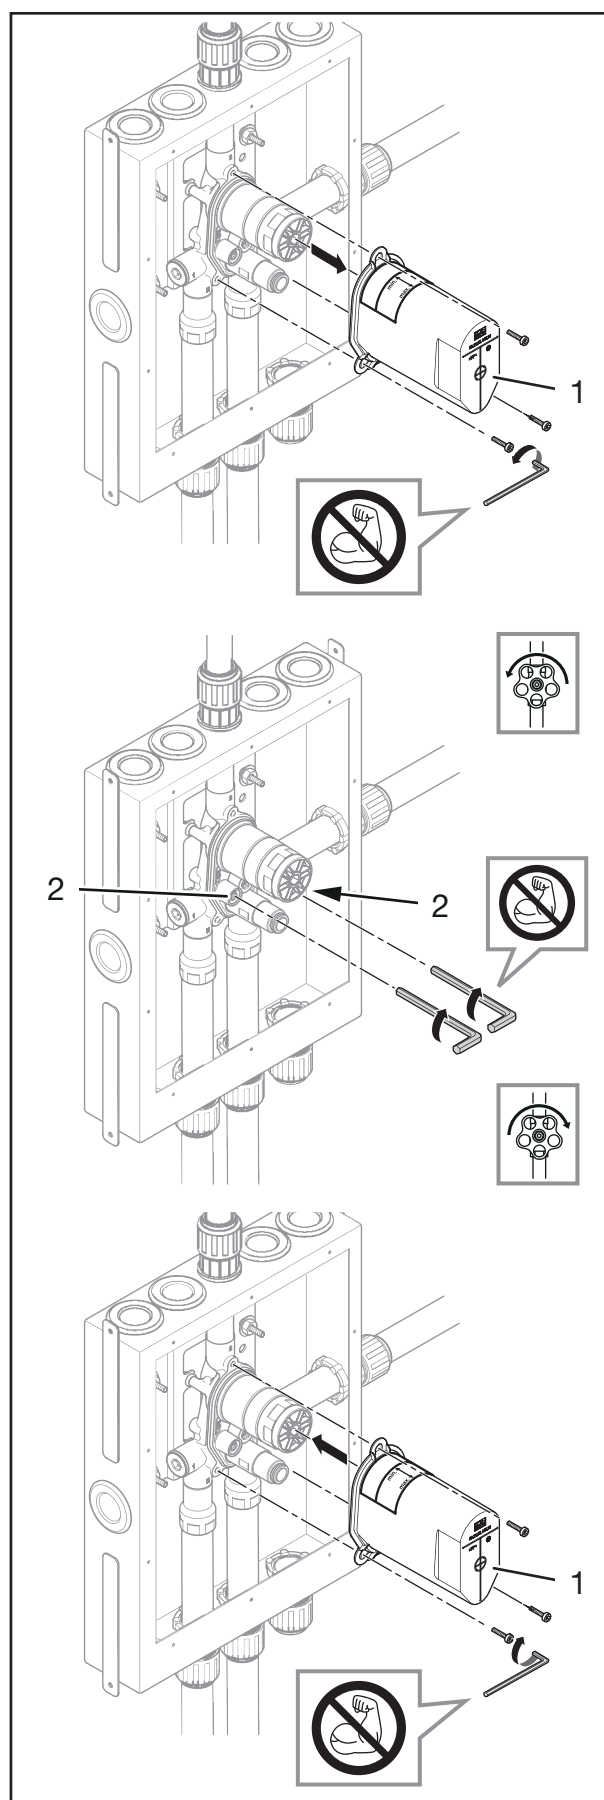

Fig. 12: Spolning av varm- och kallvatten
1. Ta bort skruvarna från skyddslocket på blandaren (fig. 12/1) med hjälp av en 4 mm insexnyckel.
2. Ta bort skyddslocket från blandaren (fig. 12/1).
3. Stäng regulatorn för kall- och varmvatten (fig. 12/2) i blandaren med hjälp av en 5 mm insexnyckel.
5. Öppna regulatorn för kall- och varmvatten (fig. 12/2) i blandaren med hjälp av en 5 mm insexnyckel.
8. Stäng regulatorn för kall- och varmvatten (fig. 12/2) i blandaren med hjälp av en 5 mm insexnyckel.
9. Positionera skyddslocket på blandaren (fig. 12/1).
10. Fixera skyddslocket på blandaren (fig. 12/1) genom att dra åt skruvarna med en 4 mm insexnyckel.